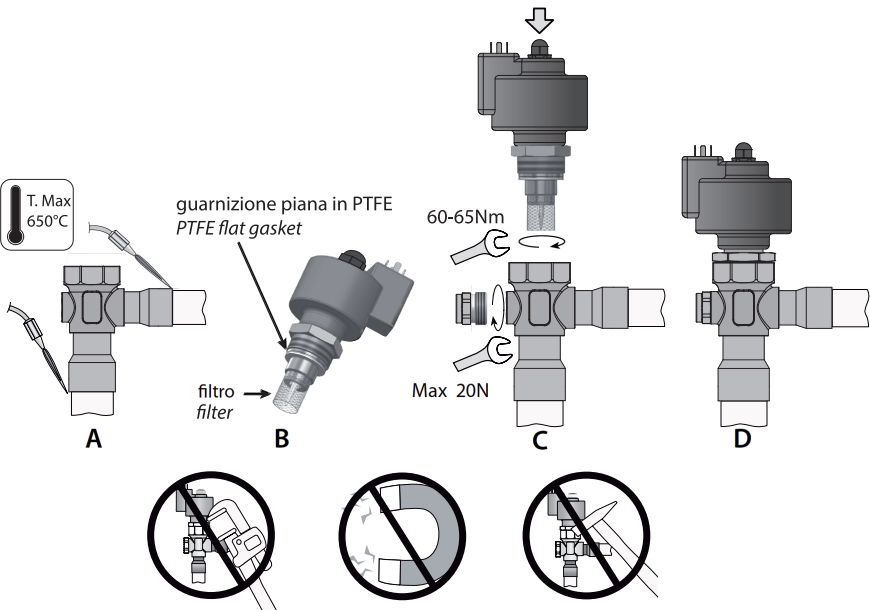

Fig. 2
Le valvole E³V-S devono essere saldate al circuito mediante brasatura dei raccordi in rame ai tubi di uscita condensatore (IN) e di ingresso evaporatore (OUT). Seguire la successione indicata in Fig. 2 procedendo in questo modo:
2. Procedere alla saldatura orientando la fiamma verso l'estremità dei raccordi come da Fig. 2-A (per una migliore brasatura senza alterare la tenuta della zona di saldatura tra corpo e raccordi utilizzare lega con temperatura di fusione inferiore a 650 °C o con tenore di argento superiore del 25 %).
3. Verificare che la guarnizione piana in PTFE sia presente e posizionata in sede (Fig. 2-B).
4. Verificare che il filtro in rete metallica sia inserito sulla boccola di ottone (Fig.2-B). In caso contrario, posizionarlo come in figura e portarlo in battuta.
Serrare la cartuccia sul corpo valvola con una coppia di serraggio suggerita di 60-65 Nm (Fig. 2-C).
The E³V-S valves must be joined to the circuit by braze welding the copper fittings to the condenser outlet (IN) and evaporator inlet (OUT) pipes. Proceed as indicated in Fig. 2:
2. Weld by aiming the flame at the ends of the fittings as shown in Fig. 2-A (for better braze welding without affecting the seal of the welded area between the body and the fittings, use alloys with a fusion temperature less than 650 °C or with a silver content above 25%);
3. Make sure that the PTFE flat gasket is present in its seat (Fig. 2-B).
4. Make sure that the metal mesh filter is inserted on the brass bushing (Fig.2-B). Otherwise, position it as shown in the figure and make sure it's properly in place.
5. Tighten the steel cartridge in its threaded socket on the valve body using a 32 mm spanner. Tighten the cartridge on the valve body to a recommended tightening torque of 60-65 Nm (Fig. 2-C). For faster valve assembly, do not remove the motor from the cartridge.